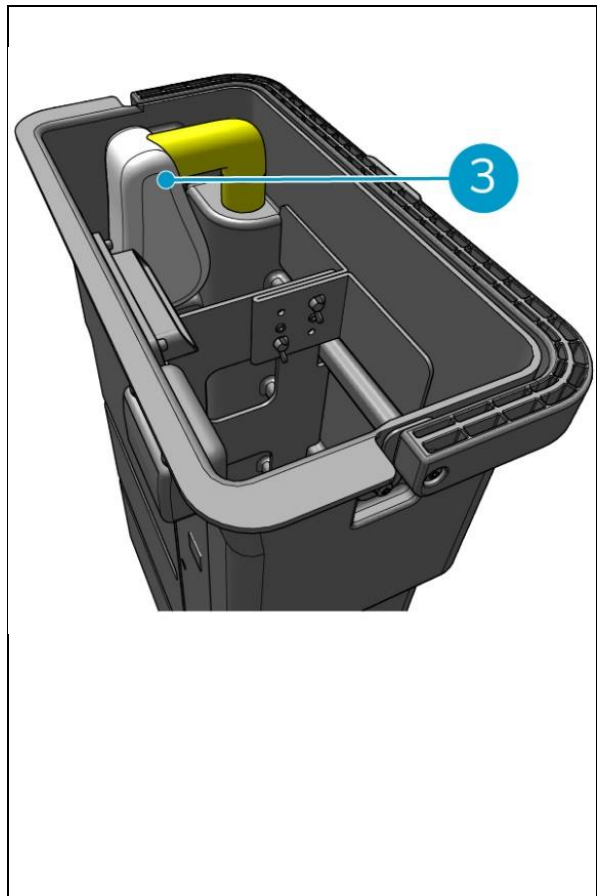

Figura 32
9. Allentare la fune di trazione del sacco filtrante (Figura 32, pos. 3).